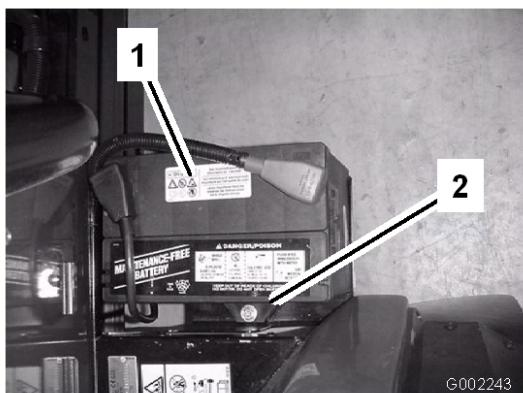

Figure 46
2. Retirez le dispositif de retenue et les fixations de la batterie (Figure 46).
- Posez le dispositif de retenue de la batterie et serrez-le avec les fixations retirées précédemment (Figure 46).